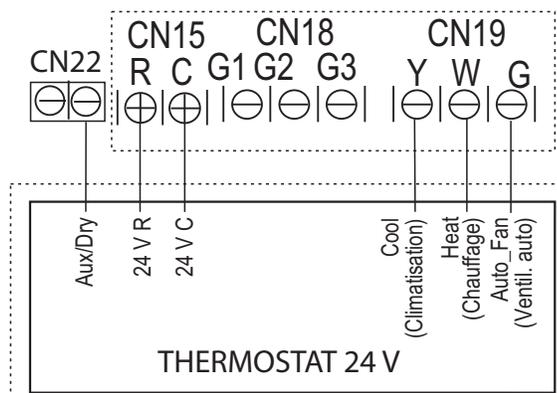

Fig. 64 – Schéma de câblage du thermostat 24 V
1. Installez le câblage de thermostat entre le thermostat et l'interface 24 V en utilisant les connexions R et C sur CN15 et Y, W, G sur CN19 (voir la figure 64).